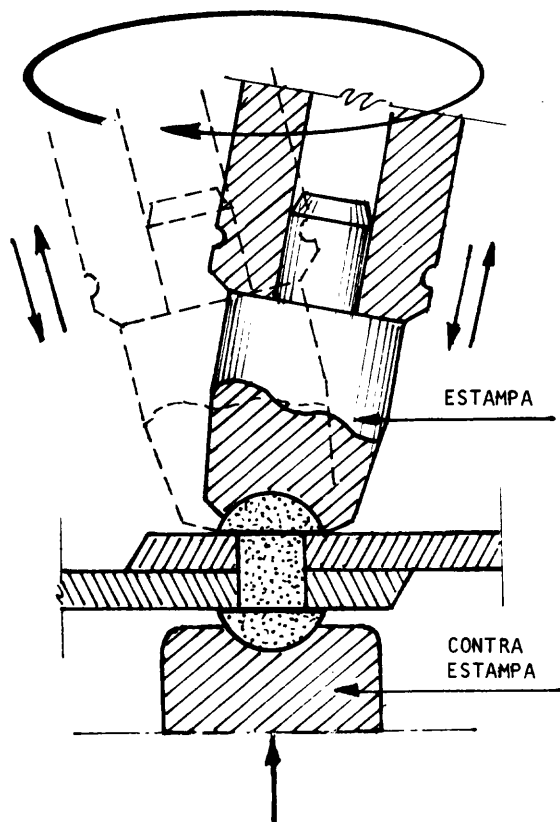

Fig. 3
2) Haga oscilar al martillo en forma circular, golpeando al remache desde distintos ángulos (fig. 3).